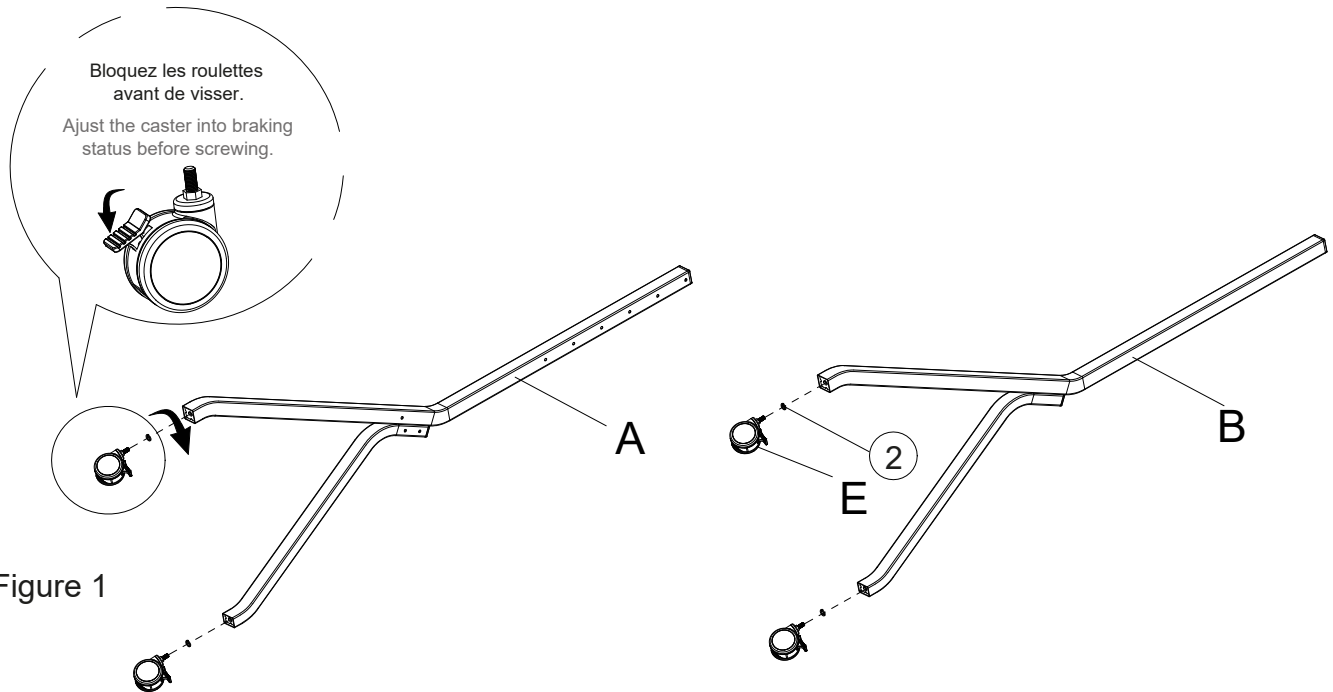

Figure 1
Étape 1 : Enclenchez les freins des roulettes, puis vissez-les dans les pieds du support (Figure1).
Step 1: Adjust the casters into braking status, then screw them into the stands (Figure1).